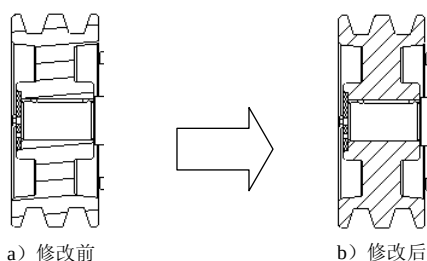

图 3.9.5 修改带轮的剖面线
(1) 双击该视图中任一剖面线,系统弹出 ▼ MOD KHATCH (修改剖面线) 菜单。
(2) 在菜单中选择 **X-Component (X 元件)** → **Pick (拾取)** 命令,按住 Ctrl 键,在图形区选取轴、螺钉 1、螺钉 2、螺钉 3、螺钉 4、螺钉 5、螺钉 6、销 1、销 2、键 1、键 2、滚珠 1、滚珠 2、滚珠 3 和滚珠 4 共 15 个零件为要修改剖面线的零件(选取时,如果零件与其他零件重叠,请连续右击该零件,直到被选中为止,然后单击左键选取),单击中键,在 ▼ MOD KHATCH (修改剖面线) 菜单中选择 **Exclude (排除)** 命令,即不显示所选零件的剖面线。
(3) 修改带轮的剖面线。在菜单中选择 **Pick (拾取)** 命令,在图形区选取图 3.9.5 所示的带轮,在 ▼ MOD KHATCH (修改剖面线) 菜单中选择 **Angle (角度)** 命令,然后在弹出的